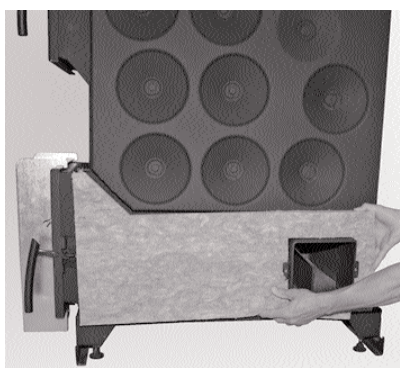

Fig. 13 - Isolamento destro sotto.
- applicare con cautela gli isolamenti della caldaia sotto sinistra, destra, dietro - Fig. 13, 14.